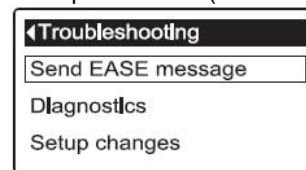
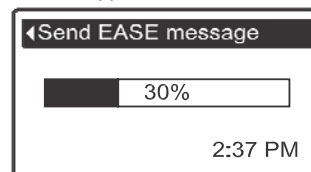

РИС. 81
РИС. 82
5. Нажать кнопку ВЫБОР (O) для отображения меню **Устранение неисправностей** (См. Рисунок 81).
9. Процесс передачи отображается специальной планкой (См. Рисунок 82). После завершения, снова появляется экран **Устранение неисправностей** (Рисунок 81).